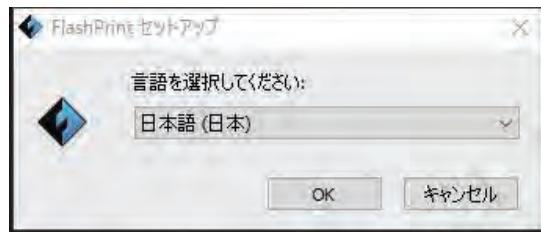

図 6-1
②図 6-1 のように言語を選択して OK をクリックします。